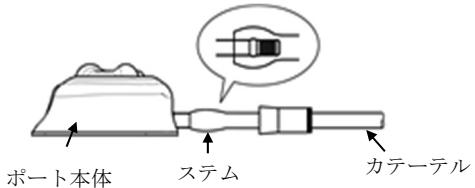

図 9
2) ステムの段差を越えた中央までカテーテルを真っ直ぐに進める（図9）。